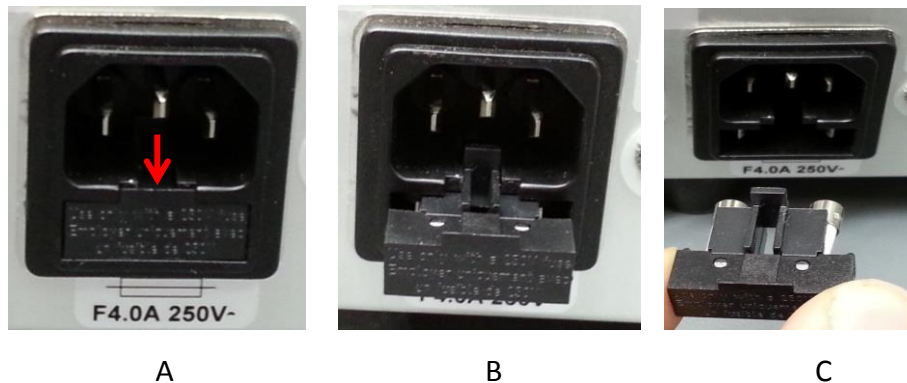

Figure 10 Emplacement et retrait du panneau de fusibles dans la prise CA
- a. Vérifiez les deux fusibles d'alimentation principale. Débranchez d'abord le cordon d'alimentation puis retirez soigneusement l'assemblage du panneau de fusibles près de la prise CA, à l'arrière de l'unité. Remarque: en fonction de l'orientation de la prise CA, le panneau de fusibles peut se trouver en dessous ou à côté de cette dernière. La flèche rouge sur la figure 10(A) indique l'endroit où vous pouvez insérer un tournevis plat pour soulever doucement le panneau de fusibles.